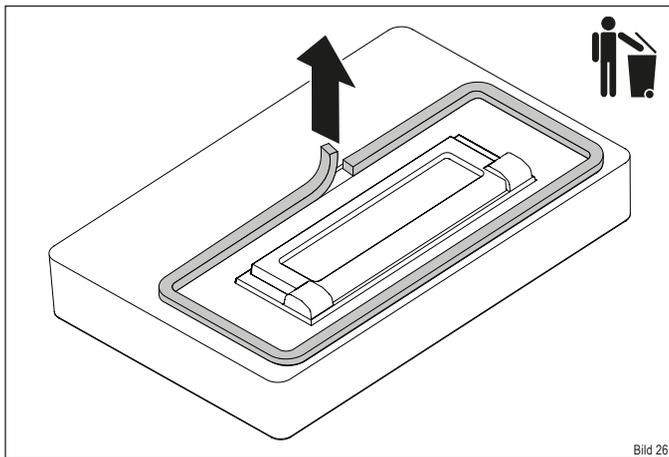

Bild 26
- ▶ Ziehen Sie die alte Dichtung aus der Führung heraus und entsorgen Sie diese im Abfall (Bild 26).